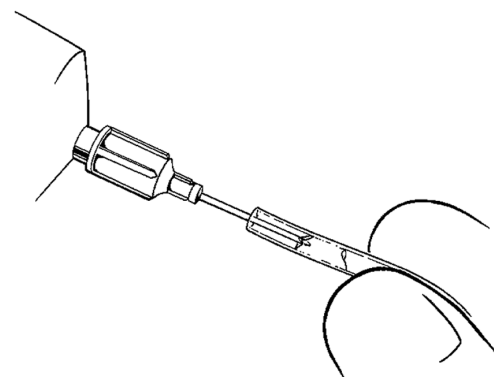

Рисунок 4-18. Промывание трубок
2. Промойте трубки цилиндра (рисунок 4-18).